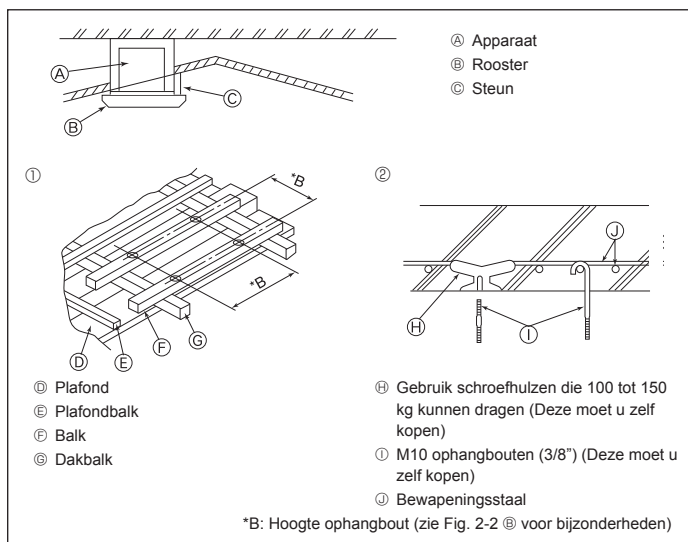

Fig. 2-4
2.4. Ophangconstructie (Zorg dat u een stevige constructie maakt daar waar u het apparaat ophangt) (Fig. 2-4)